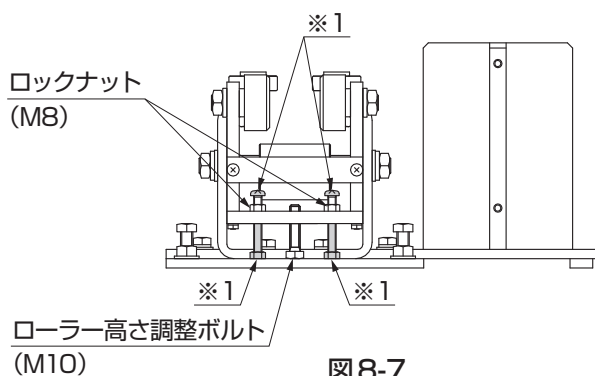

図8-7
- ②ベースローラー戸当り側のロックナットを緩めてください。(図8-7参照)
- ③ベースローラーのローラー高さ調整ボルトを回して、本体の高さを調整してください。(図8-7参照)